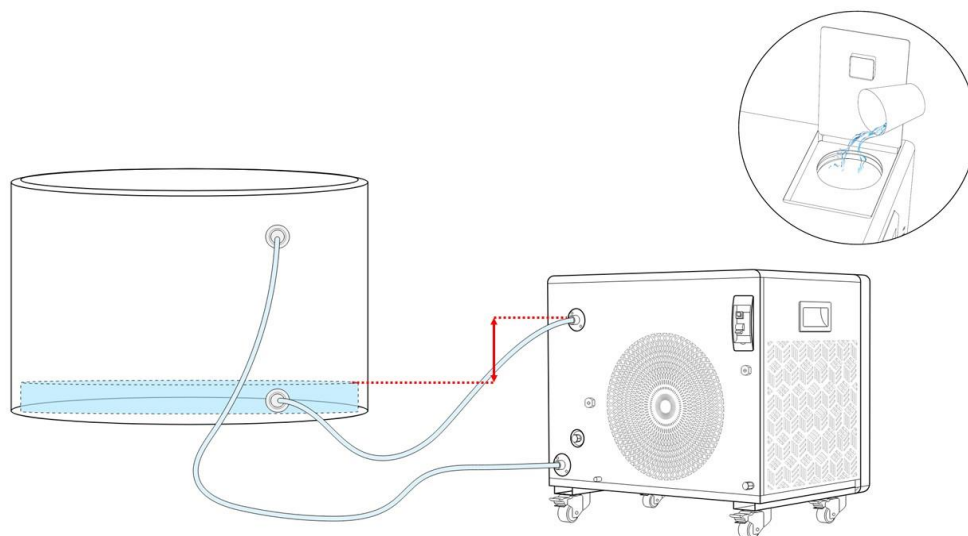

Figure 4. Niveau d'eau inférieur à l'entrée du Chiller
- Cas 2 : le niveau d'eau de la baignoire est inférieur à l'entrée du Chiller (voir Figure 4)